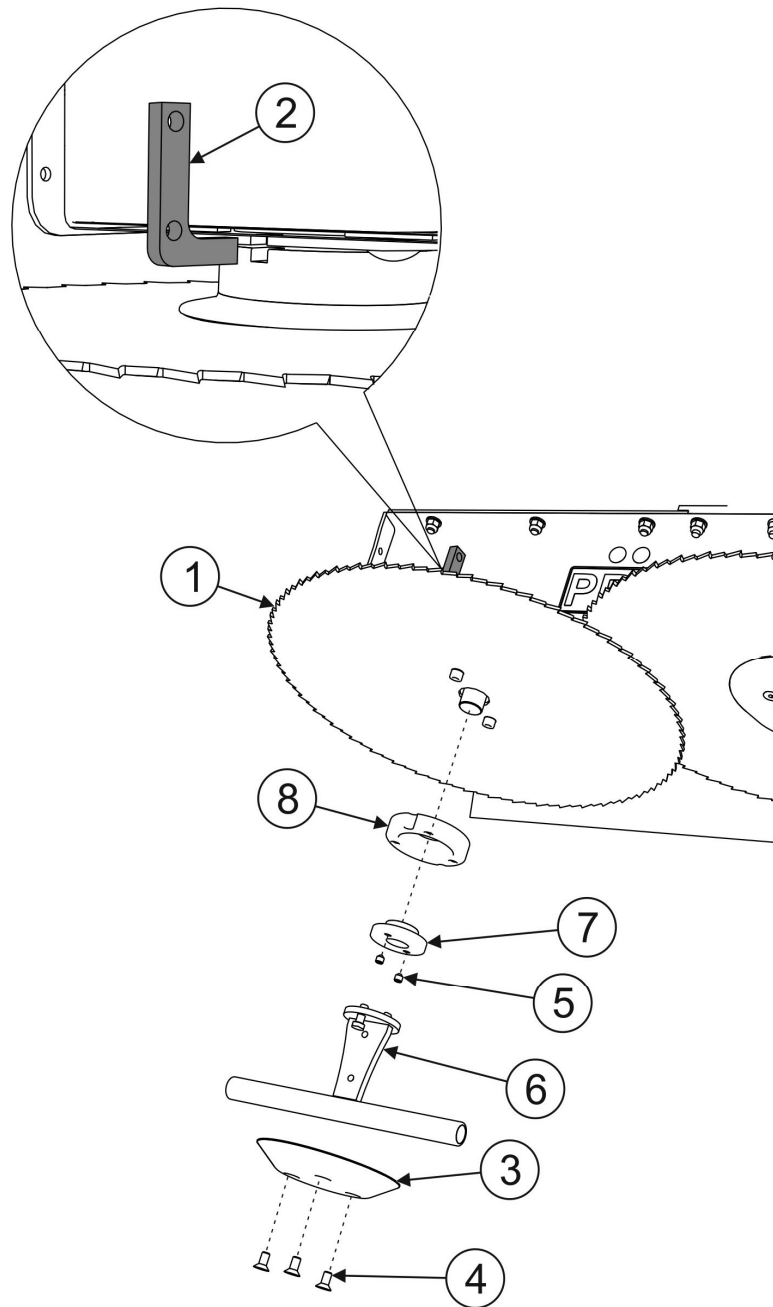

РИСУНОК 5.2 Заміна пилкових дисків
Для демонтажу пилкового диску слід виконати наступні дії (РИСУНОК 5.2):
(1)- пилковий диск; (2)- ключ I; (3)- захисна кришка; (4)- гвинти кріплення кришки; (5)- затискні гвинти; (6)- ключ II; (7)- затискна гайка; (8)- затискач;
При заміні пилкового диску (1) (РИСУНОК 5.2) слід звернути увагу на стан затискної гайки (7), що закріплює його на валу. Пошкоджену гайку кріплення диска необхідно замінити на нову такого самого типу.